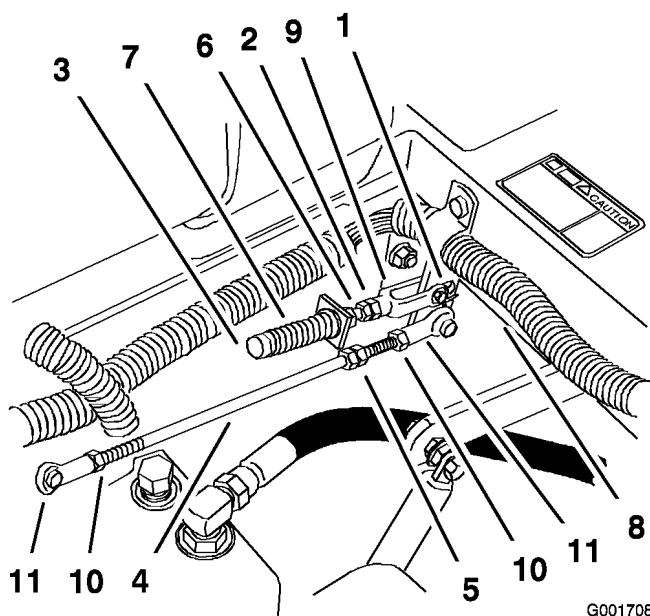

Figura 64
1. Afloje las contratueras de la articulación esférica de la varilla de control de la bomba (Figura 64).
- Ajuste la longitud de la varilla de la bomba girando las tuercas dobles de la varilla, en el sentido apropiado, hasta que la rueda quede estacionaria o se mueva muy lentamente en marcha atrás (Figura 64).
- Apriete las contratuercas de las articulaciones esféricas (Figura 64).